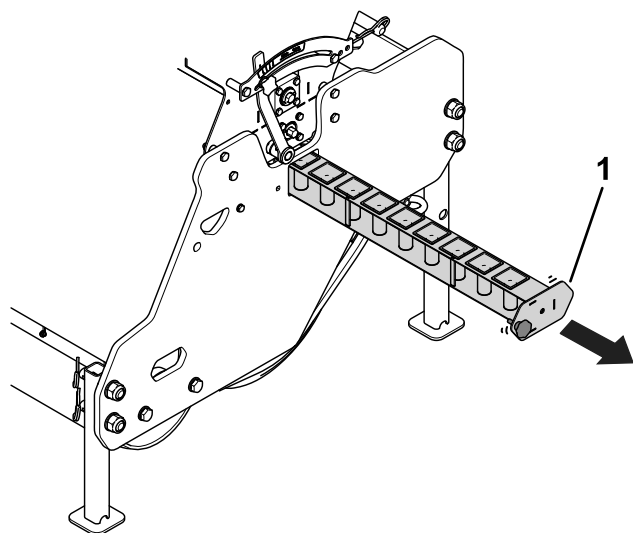

Figura 11
3. Afloje el pomo de la bandeja de las semillas y retire la bandeja de las semillas de la máquina (Figura 11).